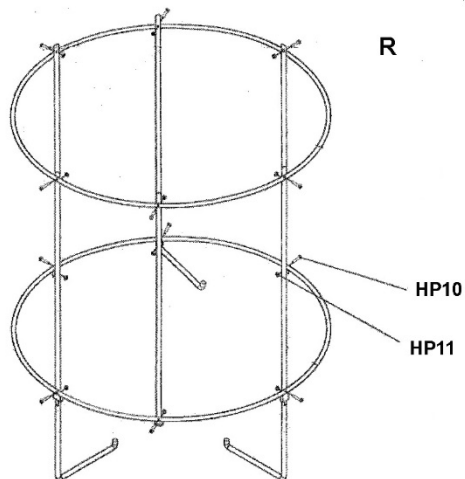

Abbildung 13
18. Die kurzen und die langen Rahmenstützstreben wie in Abb. 13 gezeigt abwechselnd in die Bügel einschrauben. Mit den je zwölf Flachkopfschrauben und Sechskantmutter (HP10, HP11) sichern. (Hinweis: Die Wölbungen an den langen Stützstreben müssen wie in der Abbildung gezeigt nach innen weisen.)